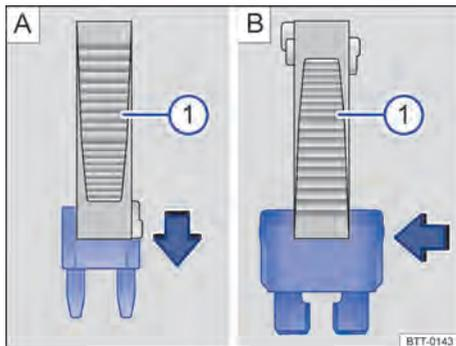

Fig. 162 Puxar o fusível para fora ou inserir (representação esquemática).
① Pinça de plástico.
- Se necessário, tirar a pinça de plástico da cobertura da caixa de fusíveis → Fig. 162 ①.
- Em caso de *fusíveis pequenos*, encaixar a garra ① por cima → Fig. 162 A.
- Em caso de *fusíveis maiores* empurrar a garra ① lateralmente sobre o fusível → Fig. 162 B.
- Caso o fusível esteja queimado, substituir o fusível por um novo da *mesma* intensidade (mesma cor e inscrição) e do *mesmo* tamanho → ①.